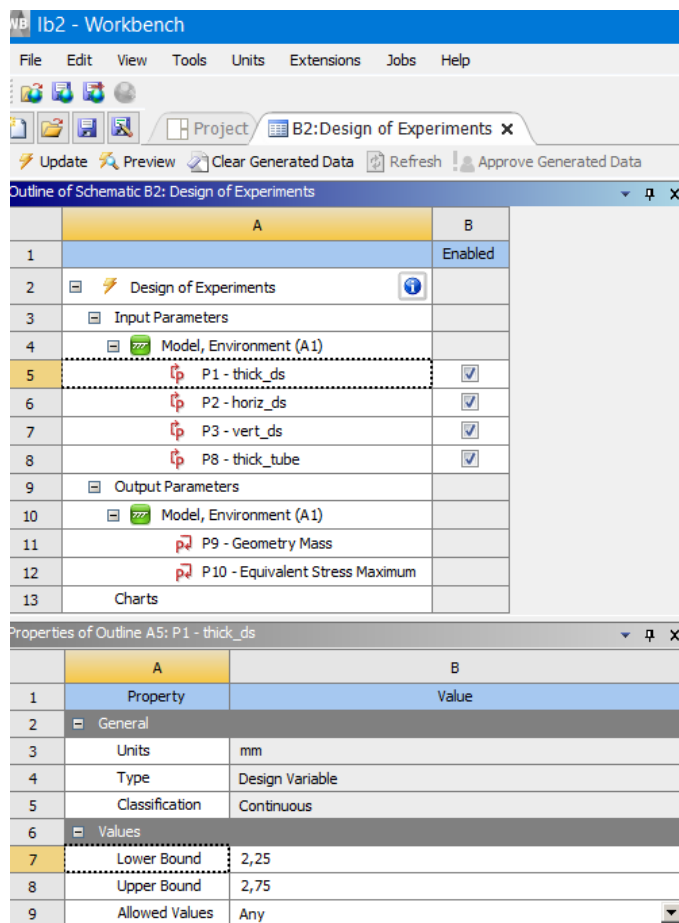

Рисунок 29 – Окно Design of Experiments
12. В появившемся новом блоке Response Surface дважды кликаем на Design of Experiments (ячейка с молнией). В открывшемся окне вы увидите ранее определенные входные и выходные параметры в таблице Outline (рисунок 29).